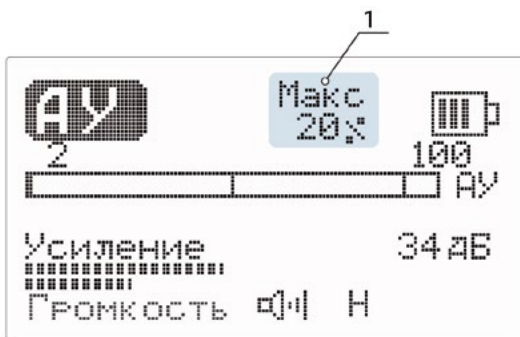

Рисунок 8
4.8. Работа акустическим методом на канале «АУ». Основной экран канала «АУ» **Рис. 8**.
Значение параметра **поз. 1, Рис. 8** — индикация при включенном пункте меню «Разность» (п. 4.8.2.4.).
4.8.2.4. Строка меню «Разность». Отображение на дисплее относительной разности (%) текущего и предыдущего значений сигнала (**поз.1, Рис. 8**). При увеличении сигнала «Разность» – знак «+», при уменьшении «-». Максимальное значение $\pm 52\%$.